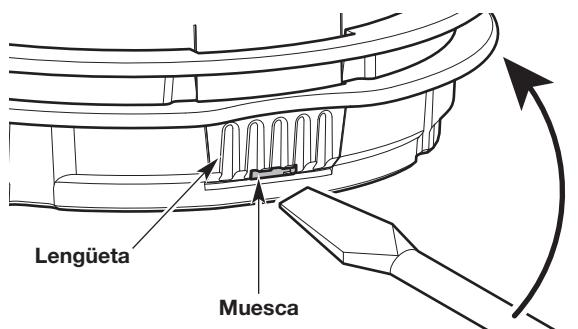

Fig. 8
- a. Inserte un destornillador de cabeza plana dentro de la muesca de la lengüeta (Fig. 8).
- b. Incline levemente el destornillador hacia arriba y sosténgalo en el lugar (Fig. 8).